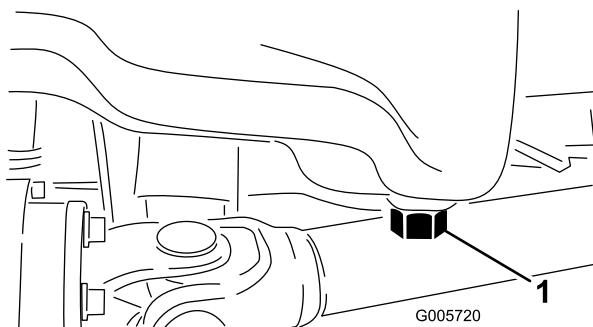

Figura 46
- Abra o capot. Coloque um recipiente debaixo do depósito e alinhe-o com o tampão de escoamento (Figura 46).